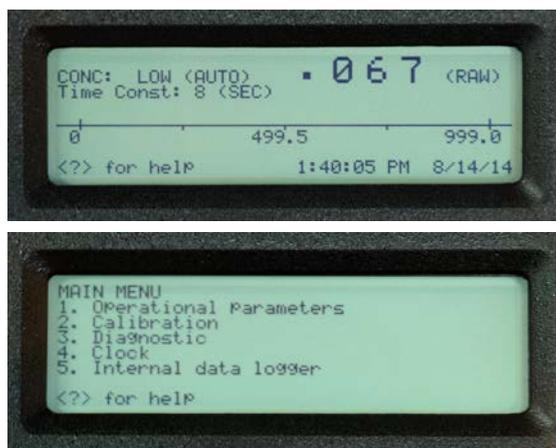

Figura 2. Vistas de la pantalla de lectura “HOME” (arriba) y del menú principal “MAIN MENU” (abajo) del fluorómetro Turner Designs 10-AU.
b. Una vez encendido el equipo, se observa la pantalla de lectura "HOME". Desde la pantalla "HOME" presione <ENT> usando el teclado. Esto conduce a la pantalla del menú principal "MAIN MENU", que posee diferentes opciones de configuración, indicados con números (Figura 2). El acceso a la pantalla de interés se da oprimiendo los números correspondientes en el teclado. El número de la pantalla aparece en la esquina derecha de la pantalla con el símbolo "#" antepuesto.